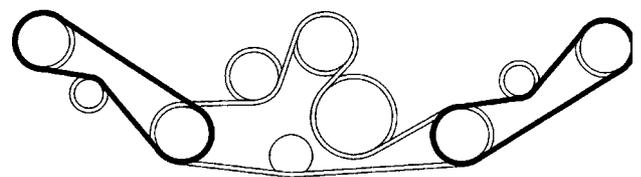

Figura 15
5. Coloque nuevas correas alrededor de las poleas de husillo y a través de los conjuntos de polea intermedia como se indica en la figura 15.